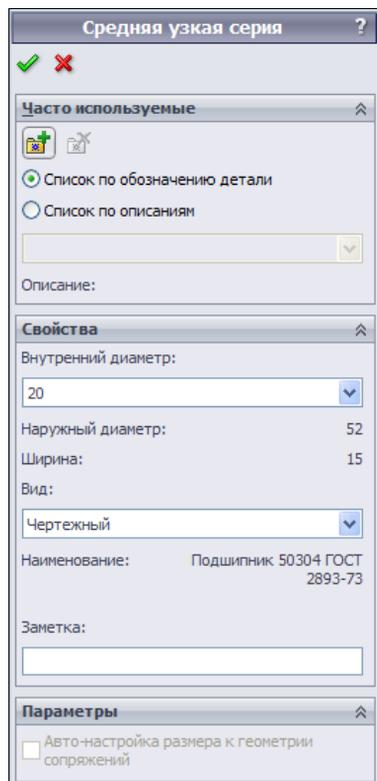

Рис. 6.41
18. В окне **Средняя узкая серия** (рис. 6.41) введем в разделе **Свойства** внутренний диаметр подшипника — 20. Другие размеры подшипника определяются автоматически на основании внутреннего диаметра и его типа: наружный диаметр подшипника составит 52 мм, а ширина — 15 мм (рис. 6.41).